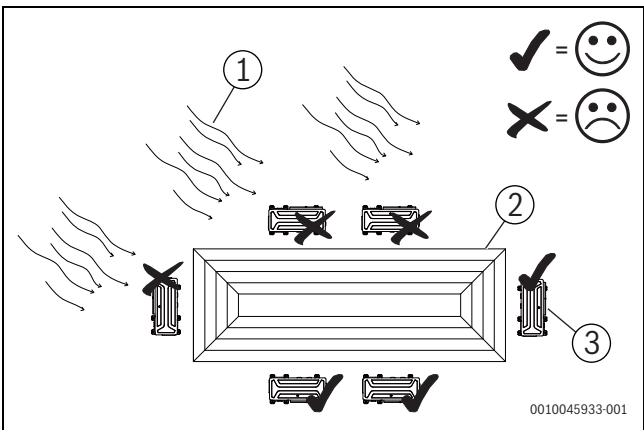

Fig. 130
- ▶ Si une unité extérieure est installée dans un endroit fréquemment exposé à des vents violents, comme une côte ou un étage élevé d'un immeuble, s'assurer du bon fonctionnement du ventilateur en utilisant une gaine technique ou un coupe-vent (fig. 130)